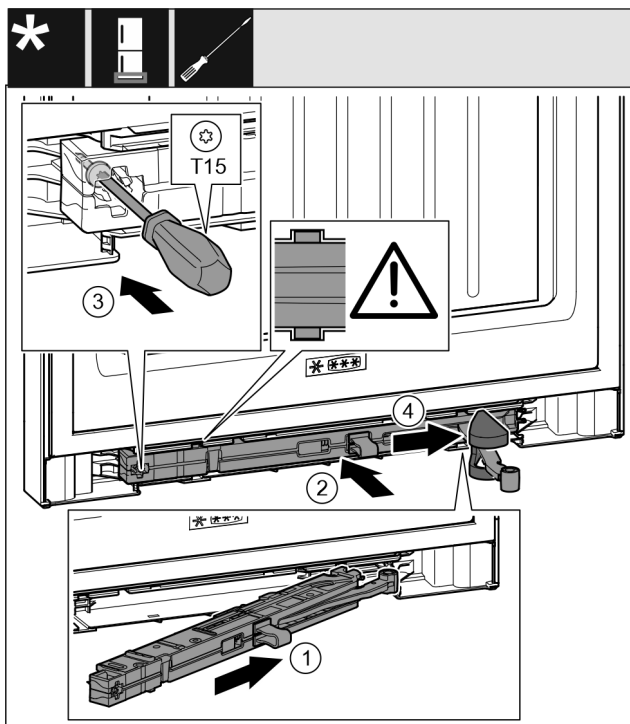

Fig. 37
- ▶ Під нахилом просуньте демпферний вузол з боку опорного кронштейна в отвір до упору. Fig. 37 (1)
- ▶ Повністю вставте демпферний вузол в отвір. Fig. 37 (2)
- ▶ Закрутіть гвинт за допомогою викрутки T15. Fig. 37 (3)
- ▶ Просуньте кришку через шарнір. Fig. 37 (4)